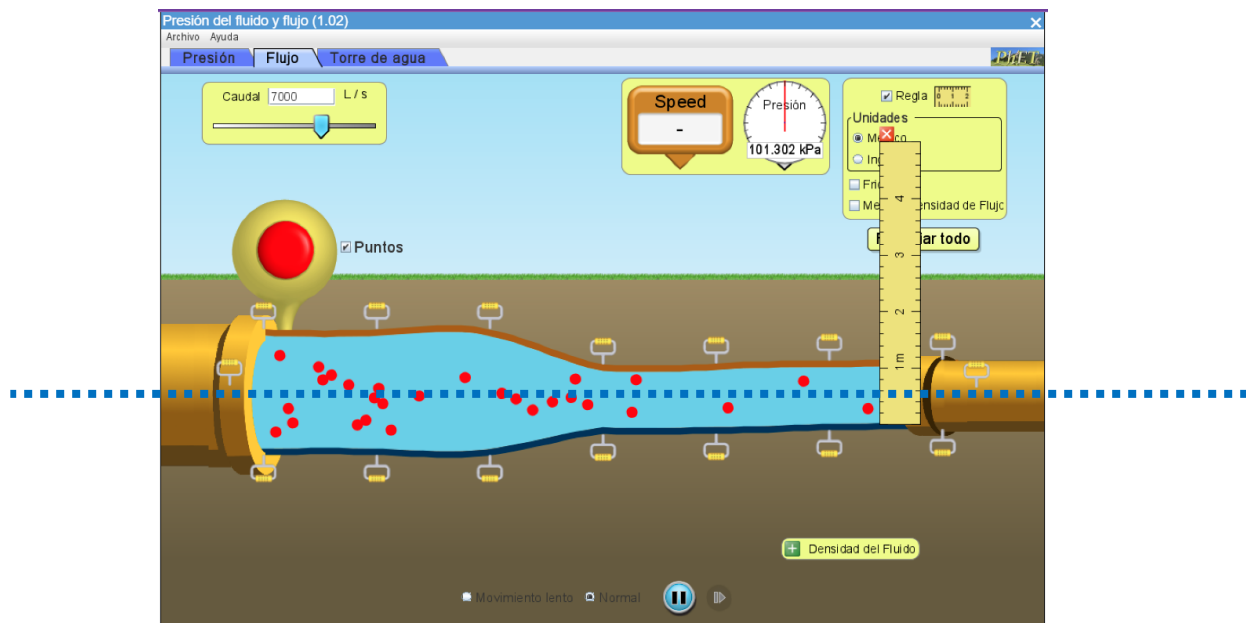

Ilustración 4: Configuración de la simulación con el diámetro de la tubería reducida sin variación en la altura
10. Repite las mediciones y cálculos de los pasos anteriores (8 y 9) para la configuración mostrada en la Ilustración 4. ¿Se cumple la ecuación de Bernoulli? ¿Qué cambio reflejan los cálculos?